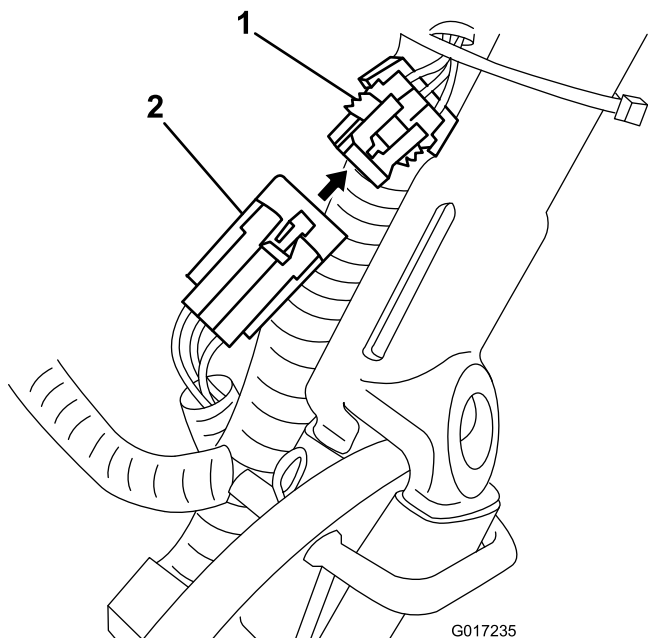

Рисунок 14
3. Отсоедините малый разъем жгута проводов «аккумулятор–машина» от главного жгута проводов (Рисунок 14).
14. Проложите жгут проводов «аккумулятор–машина» под главным жгутом проводов и позади него на левой стороне машины, подсоедините малый 6-штыревой разъем на жгуте проводов к ответному разъему главного жгута проводов, как показано на Рисунок 14.